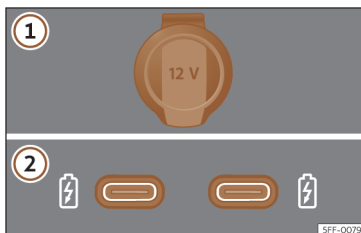

Fig. 163 Tomadas de corrente de 12 Volts do veículo
>>> Fig. 163
Em função do equipamento e do país, o veículo pode dispor também de conectores USB com função **exclusivamente de carga ou tomada de corrente** >>> Fig. 163 ②.